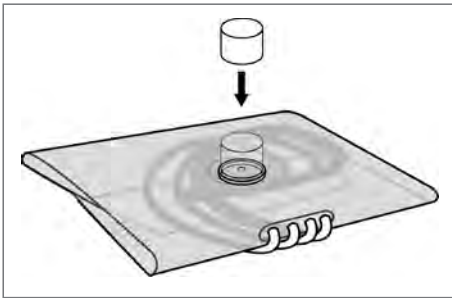

Abbildung 47
7. Setzen Sie zunächst die Öffnung der Zentriervorrichtung auf das entsprechende Anschlussstück auf dem Bag auf. Bringen Sie anschließend die Magnetklemme in Position (siehe Abb. 47).